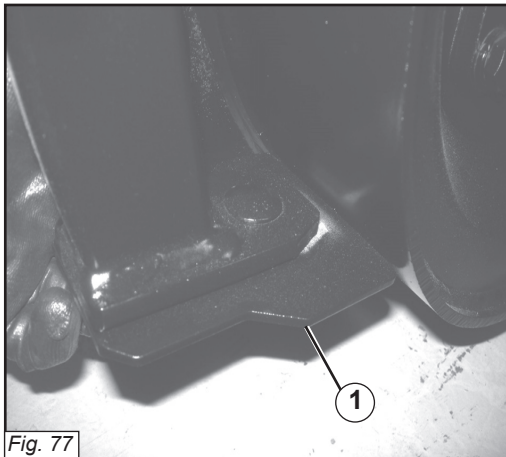
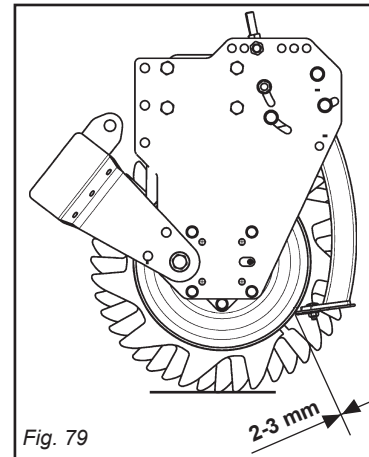

Fig. 77
Fig. 79
Sulla trave raschiaterra ci sono le piastrine raschiatrici (1 Fig. 77), in materiale antiusura, che hanno la funzione di pulire dall'accumulo dei terra il rullo stesso.
Si consiglia una distanza tra rullo e piastrina di di 2/3 mm (Fig. 79).
Auf dem Erdabstreifbalken befinden sich die Erdabstreifplättchen (1 Abb. 77) aus verschleißfestem Werkstoff, welche die Funktion haben, die Erdanhäufungen von der Walze zu entfernen. Sie sind auf besonders geformten Haltern montiert, die auf dem hinteren Balken der Walze montiert sind. Die korrekte Montage erhält man, indem man das Abstreifplättchen am Erdabstreifträger befestigt, es über die Führung gleiten lässt und mit der Schraube (1) und der Mutter im gewünschten Abstand von der Walze blockiert. Empfiehlt sich ein Abstand zwischen Walze und Plättchen von 2/3 mm (Abb. 79).
На балке отделителя комьев земли установлены скребковые пластины (1 Рис. 77) из износостойчивого материала, функцией которых является очистка самого катка от комьев земли. Они установлены на специальные профилированные держатели, закреплённые на заднем брусе катка.
Рекомендуемое расстояние между катком и пластиной составляет 2/3 мм (Рис. 79).